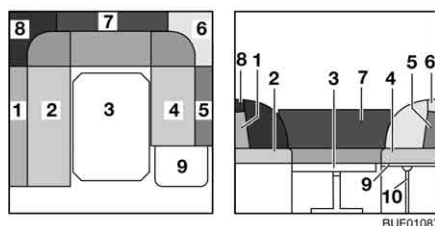

Fig. 98 Durante la trasformazione
- Inserire il puntello (Fig. 98,10) nell'alloggiamento della prolunga del cassone letto.
- Rimuovere i cuscini dello schienale (Fig. 98,1, 5, 6, 7 e 8) e riporli.